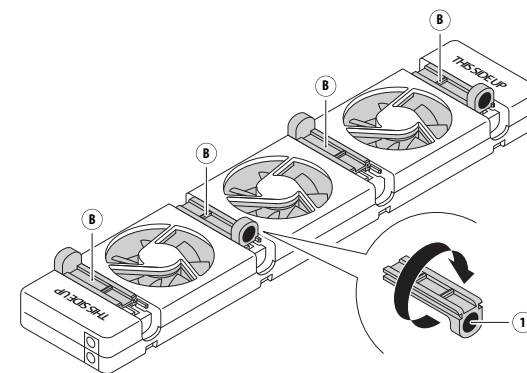

Abb. 3 – Wiedereinsetzen der verstellbaren Magnete in den SpeedComfort (A).
3. Drehen Sie die **verstellbaren Magnete** (B) so, dass sich der **Magnet** (1) an der Oberseite befindet (siehe Abb. 3). Achten Sie darauf, dass sich auf jeder Seite zwei Magnete befinden. Entfernen Sie den **Dummy-Block** (K), der sich gegenüber den **verstellbaren Magneten** im Gehäuse befindet, und entsorgen Sie diesen als Kunststoffabfall.
4. Stellen Sie die **verstellbaren Magnete** (B) auf die richtige Breite ein.
5. Führen Sie die gleichen Schritte 1 und 2 wie beim breiten Heizkörper aus. Verwenden Sie die verstellbaren **Magnete** (B), um den **SpeedComfort** (A) zwischen den Platten zu befestigen (siehe Abb. 3 und 4). Sie können den SpeedComfort an der Vorderseite des Heizkörpers ausrichten.